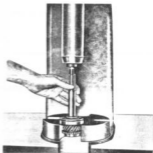

Fig. 7
- o rolamento. Para isso, use uma prensa como vemos na Fig. 7.